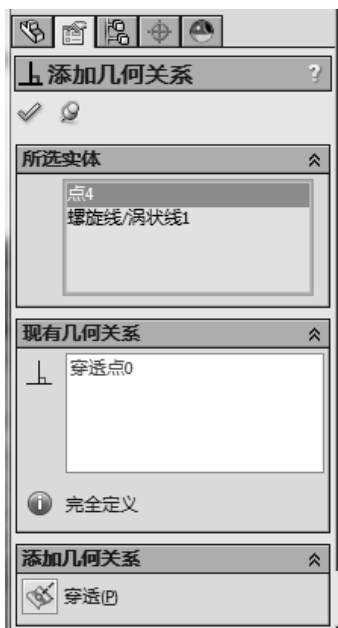

图 9-31 设置添加几何关系属性
- [2] 设置添加几何关系属性，在“所选实体”中选择“点和螺旋线/涡状线”，在“所选实体”中单击“穿透”，如图 9-31 所示。